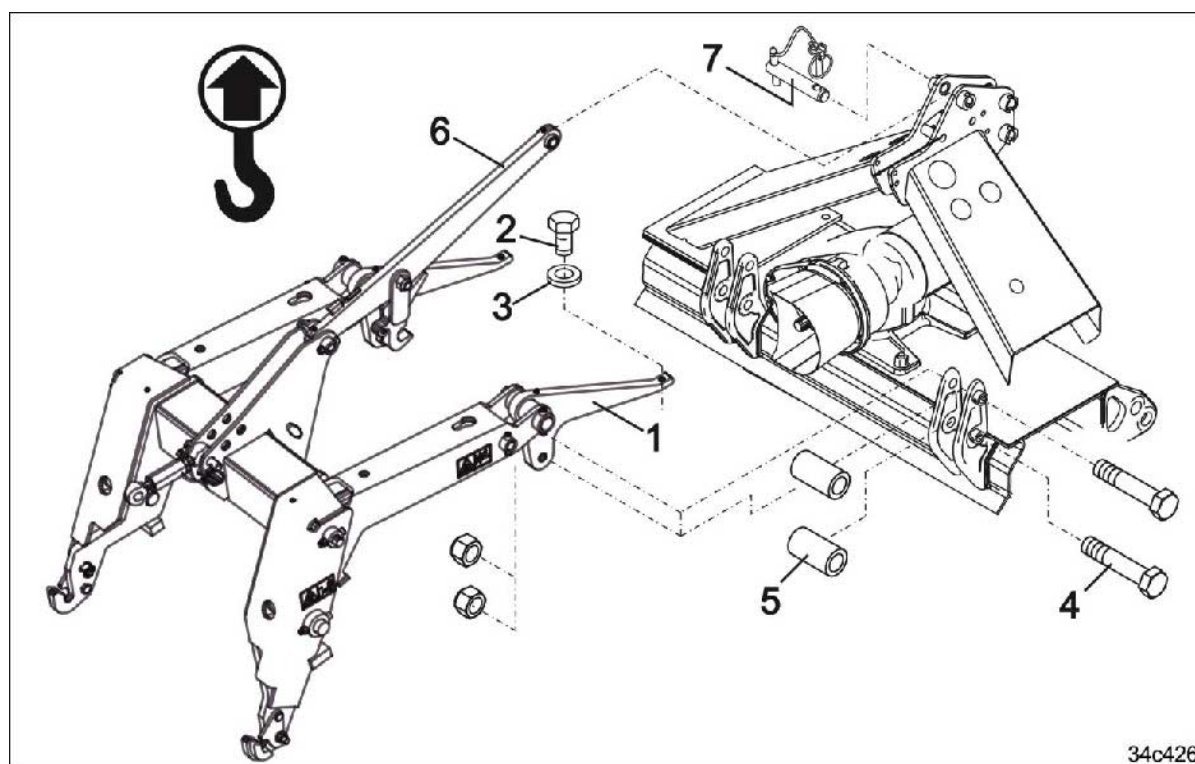

Fig. 82
5. Visser l'étrier (Fig. 82/1) sur l'outil de préparation du sol en utilisant
- o deux vis machine (Fig. 82/2)
- o des rondelles (Fig. 82/3)
- o 4 vis (Fig. 82/4)
- o avec 4 douilles d'entretoisement (Fig. 82/5).
6. Fixer le bras supérieur (Fig. 82/6) en utilisant un axe (Fig. 82/7) et bloquer avec une goupille d'arrêt.